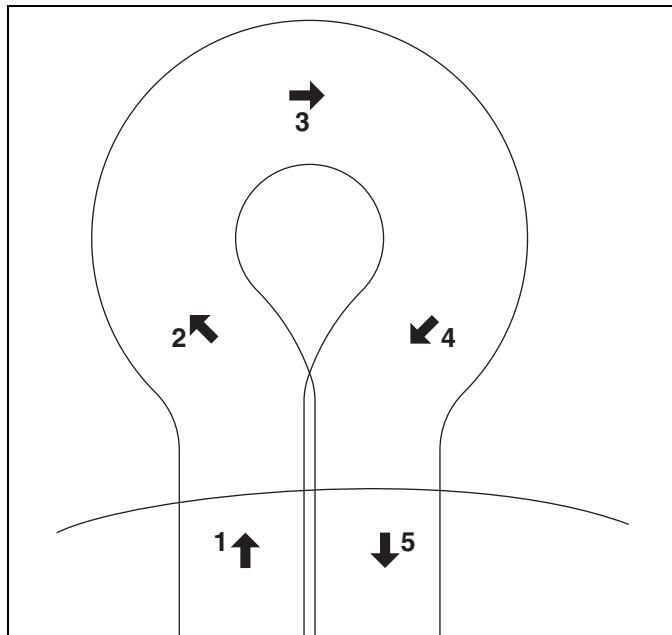

Figura 6E
- Para girar a la derecha, gire el cortacésped ligeramente a la izquierda (**2**). Cuando el cortacésped se haya movido alrededor de la mitad de su propia anchura a la izquierda, gírelo rápidamente a la derecha (**3 y 4**), guiándolo con la mano derecha. Este método permite girar rápidamente en pocos pasos. **[Figura 6E]**